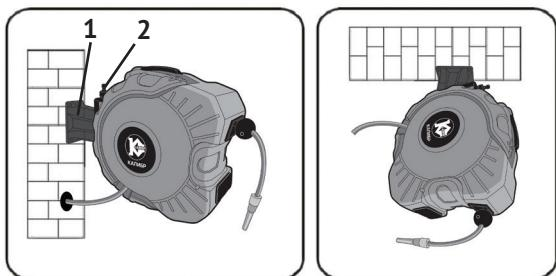

рис.2
- выбрать место (стена, продольная или поперечная балка, потолок) (рис.2), как можно ближе к системе водоподачи, для крепления кронштейна (рис.2 поз.1);
- вынув поворотную ось (рис.2 поз.2), закрепить 4-мя болтами (входят в комплект поставки) кронштейн в выбранном месте (рис.3);